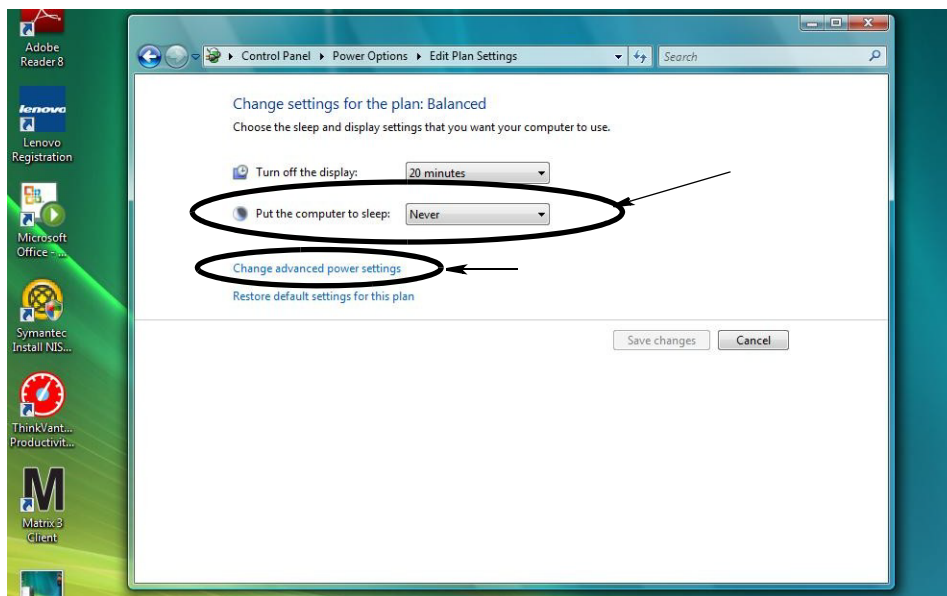

FIG. 35
4. Changez le champ « Mettre l'ordinateur en veille » (Put the Computer to Sleep) à JAMAIS (NEVER). Ensuite, sélectionnez Modifier les Paramètres d'énergie évolués (Change Advanced Power Settings) FIG. 35.